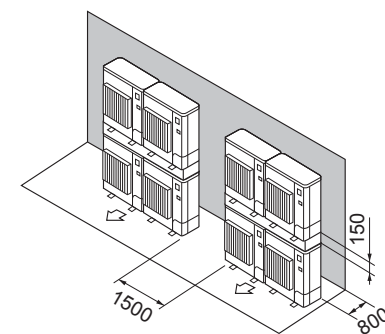

Fig. 2-14
⑦ Disposição de unidades sobrepostas (Fig. 2-14)